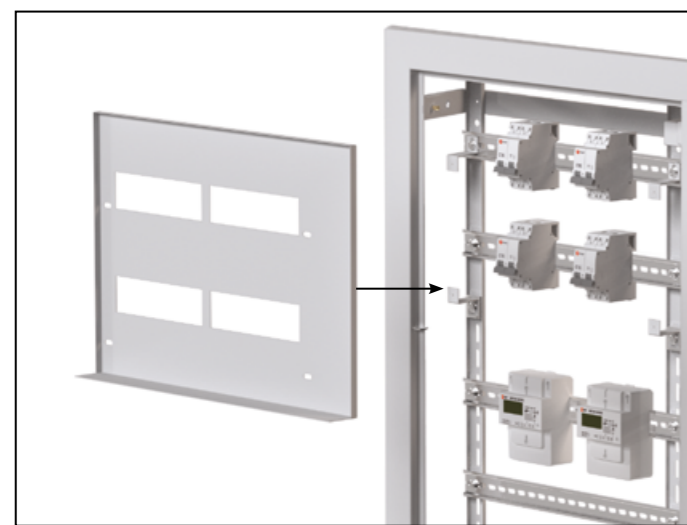

Рис. 28
4.3. Установить фальшпанель на кронштейны с помощью саморезов (рис. 28).